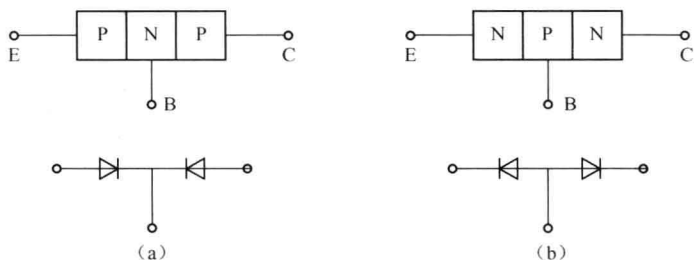

图 1-8 三极管结构图
① 判定基极 b。无论 PNP 管还是 NPN 管, 均可看作由两只半导体二极管反极性串联而成。PNP 和 NPN 三极管结构分别如图 1-8 (a)、(b) 所示。